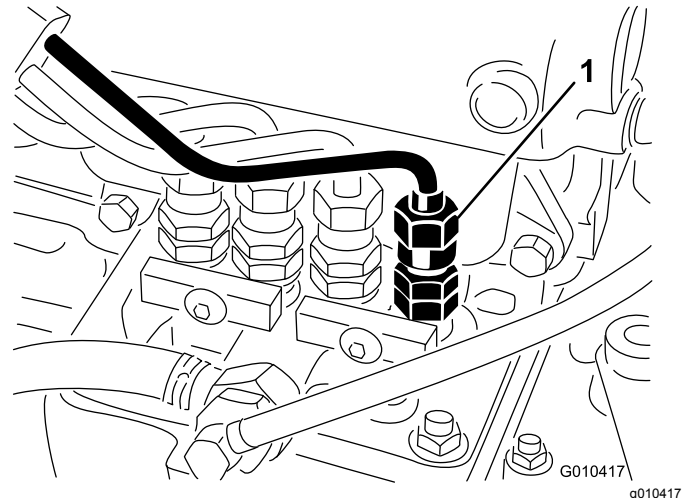

Figura 40
1. Desaperte a tubagem ligada ao bico do injetor número 1 e à estrutura de suporte da bomba de injeção (Figura 40).